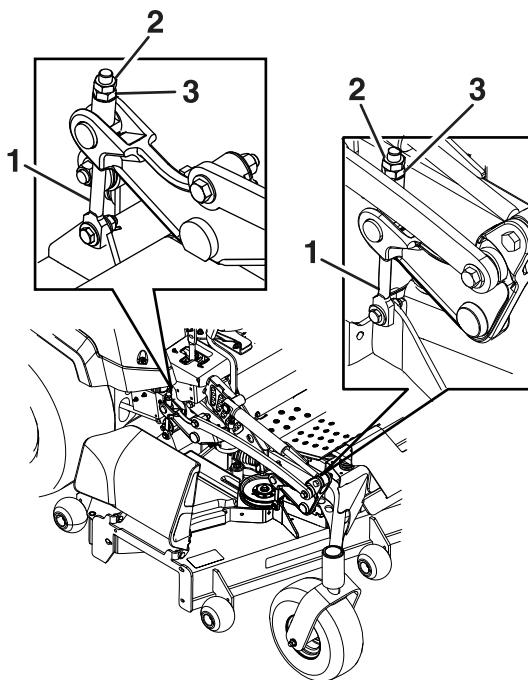

Рисунок 77
8. Выполните тонкую настройку на переднем узле подъема деки, поворачивая регулировочную гайку (Рисунок 77).